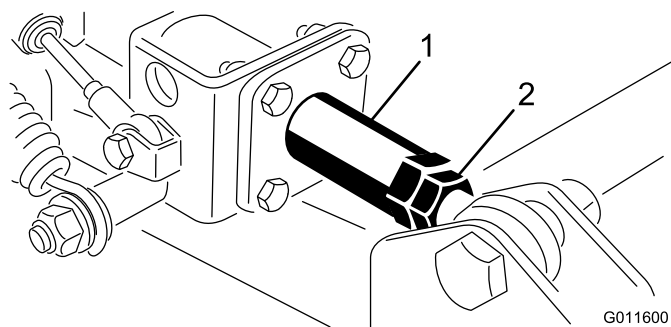

Bild 8
- D. Wenn die Ausrichtung falsch ist, lösen Sie die Klemmmutter am Stangenende des Stoßdämpferarms am Seitmähwerk (Bild 8). Stellen Sie zur Berichtigung die Kupplung ein, die sich ungehindert im Stoßdämpferrohr drehen sollte. Alle Einstellungen müssen vorgenommen werden, wenn das Stangenende des Stoßdämpferarm am Mähwerk angeschraubt ist.